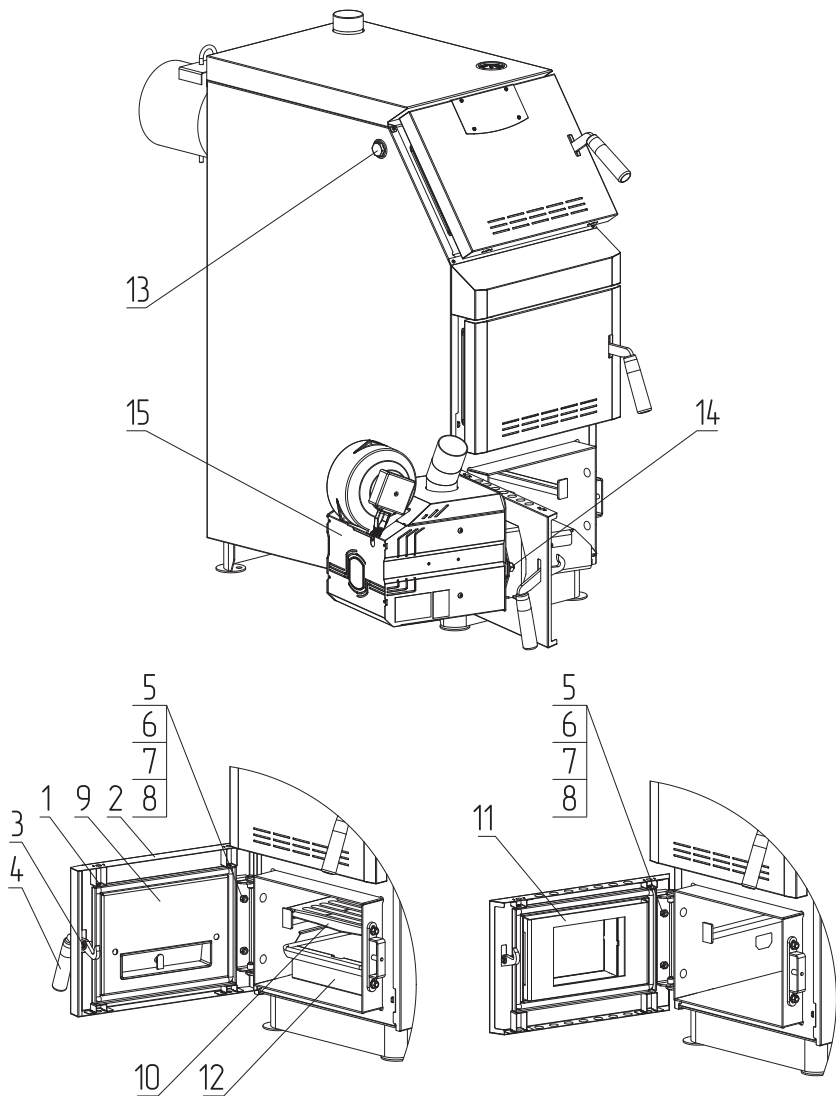

Рис.16 Порядок установки адаптера на твердотопливные котлы ZOTA Тополь-М 42, 60
- Открутите 4 самореза (**Рис.16, поз.1**);
- Откиньте обшивку дверцы (**Рис.16, поз.2**);
- Снимите стопорную шайбу ручки (**Рис.16, поз.3**);
- Снимите обшивку дверцы (**Рис.16, поз.2**) и ручку (**Рис.16, поз.4**);
- Открутите гайки (**Рис.16, поз.5**);
- Извлеките болты (**Рис.16, поз.6**), шайбы (**Рис.16, поз.7, поз.8**);
- Снимите дверцу шуровочную (**Рис.16, поз.9**);
- Извлеките колосники (**Рис.16, поз.10**) и зольный ящик (**Рис.16, поз.12**);
- Установите адаптер горелки (**Рис.16, поз.11**) в обратном порядке;
- Установите горелку (**Рис.16, поз.15**) на котёл;
- Зафиксируйте горелку гайками (**Рис.16, поз.14**);
- Для установки гильзы под датчики температуры и перегрева снимите пробку или тягорегулятор (если установлен) и установите гильзу (**Рис.16, поз.13**) в освободившееся отверстие.